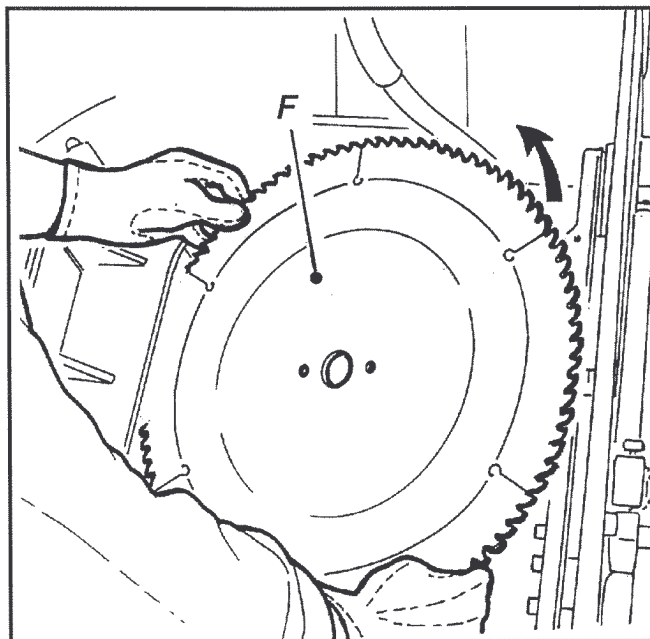

Fig. 10-08
- 9) Estrarre con cautela la lama "F" sfilandola dall'albero motore (Fig. 10-08)